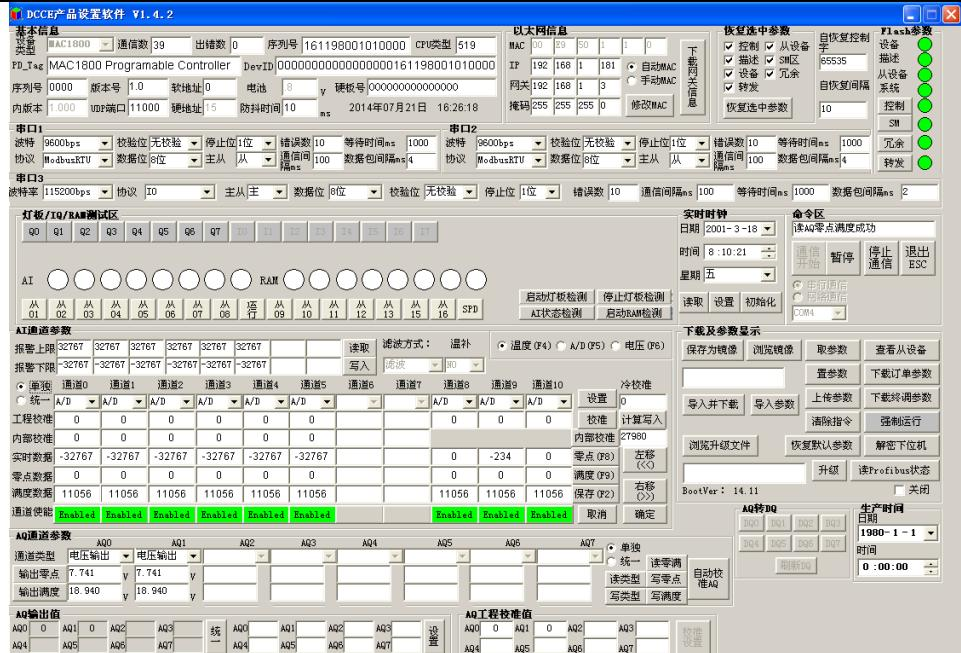

图 6-1-2 MCD1000 用户设置软件
(2) 启动设置软件：启动 MCD1000 用户设置软件，进入如图 6-1-2 所示界面，单击“通信”按钮。设置软件连接控制器，读取控制器系统参数，进入参数设置状态。
(3) 参数设置：点击“取参数”按钮，将控制器现在运行的参数显示在软件界面上。“置参数”按钮则将软件界面中的已经修改的参数下载至控制器中，完成对控制器系统参数的设置。“恢复默认参数”是将控制器的所有参数恢复至出厂的设置。
(4) 查看状态参数：设备状态参数包括硬地址信息，电池信息，温度补偿，软件版本号等。
(5) 退出设置模式：设置完成后，将工作模式切换端子拨到 RUN 端，并重新上电，控制器退出设置模式，进入正常工作模式。